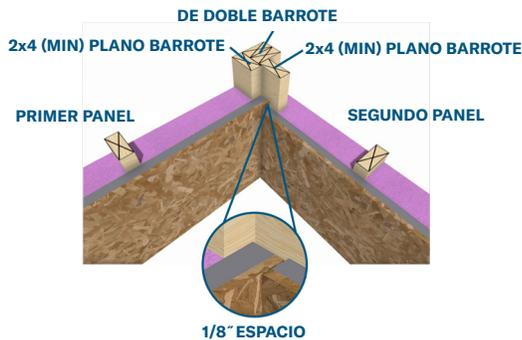

Figura 2: Instalación de paneles LP NovaCore en las esquinas interiores.
- Esquinas interiores (ver Figura 2): Instale el primer panel en el barrote plano de la pared de conexión (deje un espacio de 1/8") Instale el segundo panel desde el otro lado para dejar un espacio de 1/8" con el primer panel. Se muestran dos opciones. Los detalles que se muestran asumen un barrote de pared de 2x4. Ajuste según sea necesario para barros de pared de 2x6 o más grandes.